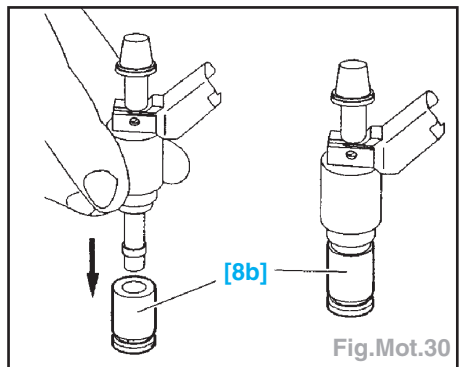

Fig.Mot.30
- Engager l'injecteur dans le corps de l'outil [8b] (Fig.Mot.30).